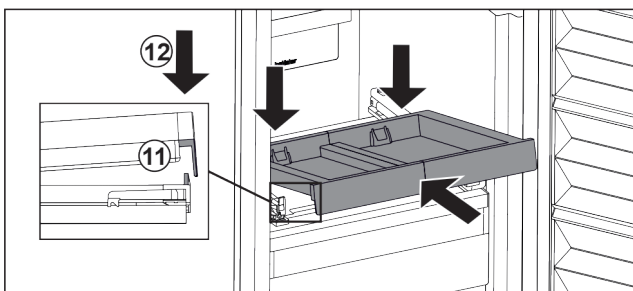

Fig. 37
- ▶ Schuin erin schuiven. Zorg ervoor dat de aanslag aan beide zijden achter de lip is. Fig. 37 (11)
- ▶ Uitschuifplateau aan voorzijde neerzetten. Fig. 37 (12)